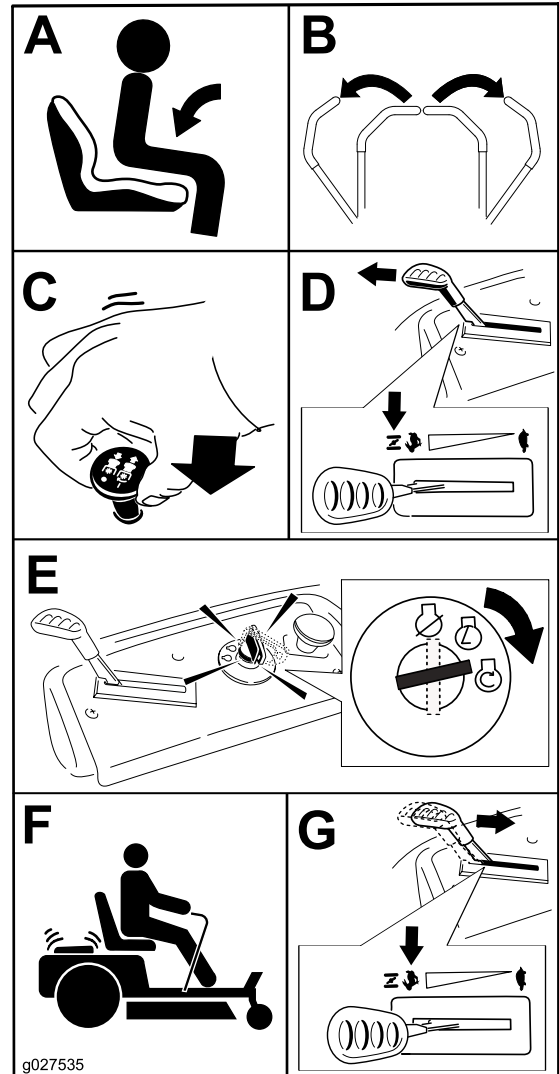

Figure 16
**Remarque:** Il peut être nécessaire de maintenir le levier contre la butée, en position starter, tout en essayant de démarrer le moteur (Figure 16).